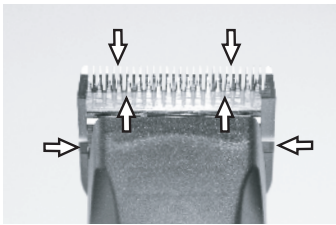

Fig. 24
Para conseguir un buen resultado de esquileo y para alargar la duración de la esquiladora, es imprescindible aplicar una fina capa de aceite sobre las cuchillas superior y inferior (fig. 24).
- ▶ Lubrique los peines suficientemente durante el esquileo (como mínimo cada 15 minutos), para que no marchen en seco (fig. 24).
Es necesario lubricar los peines antes, durante y después de cada uso. Si los peines dejan rayas, es una señal segura que necesitan aceite. Aplique algunas gotas de aceite de frente y lateralmente de los peines (flechas fig. 24). Quite el aceite sobrante por un pañuelo suave y seco. Aerosoles lubricantes no contienen suficientemente aceite para una buena lubricación, pero son convenientes para la refrigeración de los peines. Cambie de inmediato peines dañados o dentados a fin de evitar heridas.